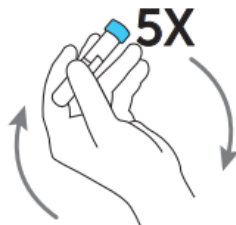

Рисунок 37: Перемешивание в пробирке
11. Закройте пробирку с растворителем путем одновременного нажатия и поворота крышки. Сразу после этого, осторожно переверните пробирку пять раз, чтобы смешать реагенты (Рисунок 37 (стр. 36)). Контрольные материалы должны быть использованы в течение 15 минут после разведения.